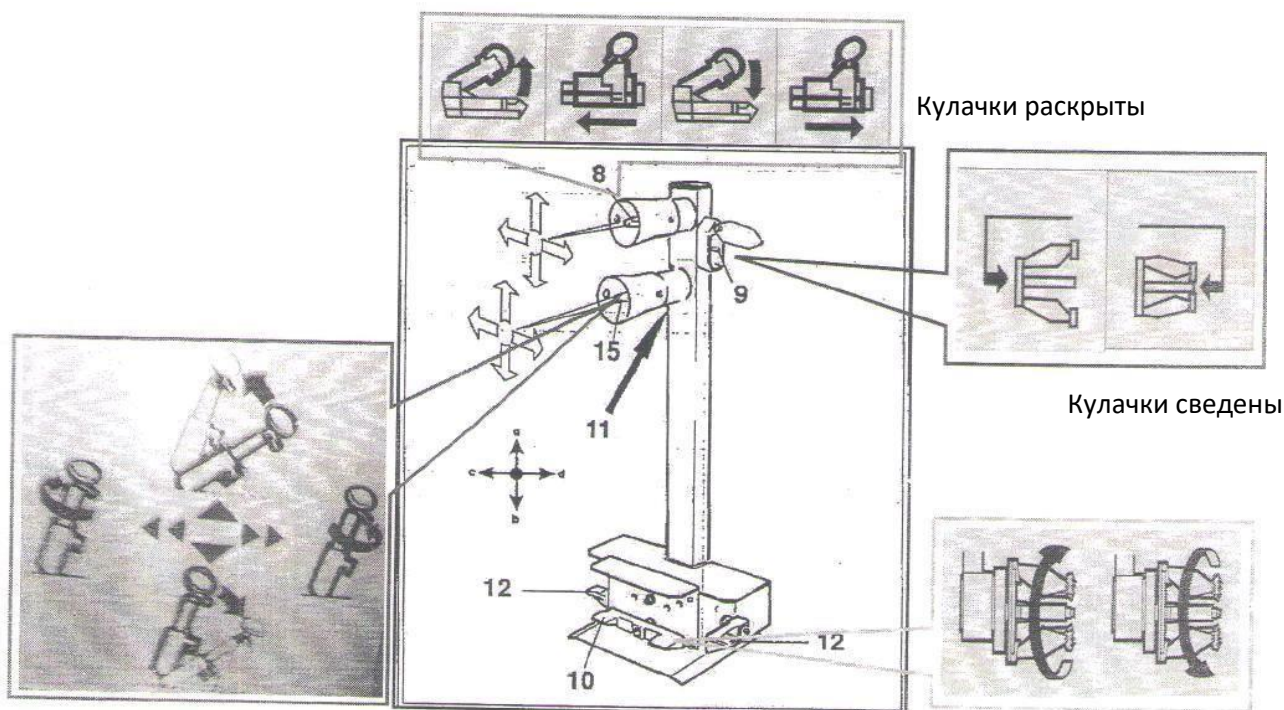
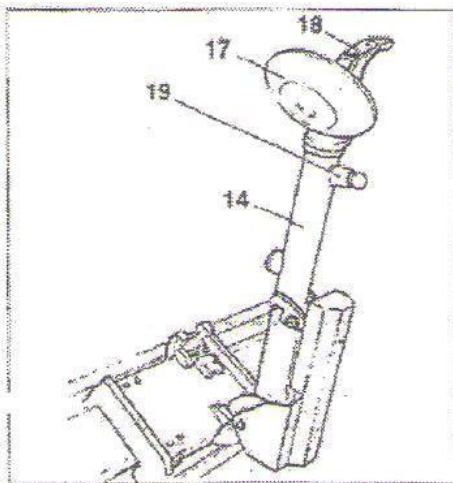
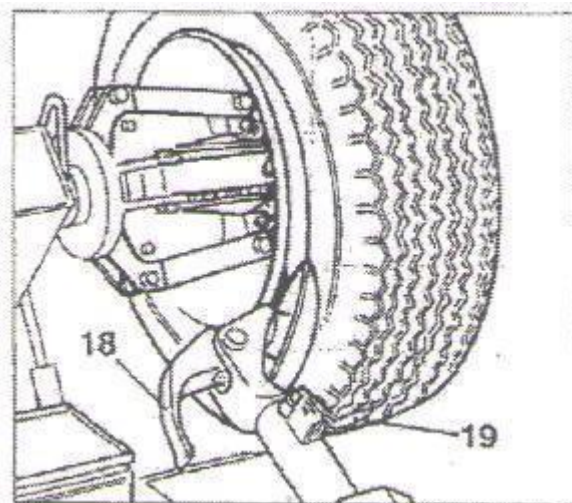

Рис. 6.2
Рис. 6.3
Рис. 7.4
Подвижный пульт управления (рис. 6.2) позволяет оператору работать в любом положении относительно станка. Пульт оснащен следующими органами управления:
1. **Верхний рычаг управления (8, рис. 6.2)** в **положении а** поднимает держатель кулачкового зажима и в **положении б** опускает его. В **положении с** перемещает кулачковый зажим вправо и монтажную лапу влево (они оказываются рядом друг с другом), в **положении d** смещает кулачковый зажим влево и монтажную лапу вправо (теперь они расположены далеко друг от друга).
2. **Нижний рычаг управления (15, рис. 6.2)** в **положении а** перемещает монтажную лапу в нерабочее положение, в **положении б** перемещает лапу в рабочее положение. При перемещении в **положение с** поворачивает монтажную головку на 180 град. против часовой стрелки, при перемещении в **положение d** поворачивает монтажную головку в противоположную сторону и возвращает ее в исходное положение.
3. **Переключатель зажима (9, рис. 6.2)** в верхнем положении разводит рычаги самоцентрирующегося кулачкового зажима (ФИКСАЦИЯ), в нижнем положении сводит рычаги самоцентрирующегося кулачкового зажима (НЕЗАФИКСИРОВАНО).
4. **Педаля (10, рис. 6.2)** при нажатии с левой или правой стороны включает вращение зажима в направлении, указанном стрелкой на педали.
5. **Выключатель второй скорости (11, рис. 6.2)** при нажатии с педалью (10, рис. 6.2) включает высокую скорость вращения кулачкового зажима.
6. **Педали включения второй скорости вращения (12, рис. 6.2)** перемещают кулачковый зажим и монтажную лапу, каретку на высокой скорости.
- 1) Переместить нижний рычаг управления (15, рис. 6.2) вверх (а), монтажная лапа (14, рис. 6.3) должна повернуться в нерабочее положение.
- 2) Монтажная лапа займет нерабочее положение, при перемещении верхнего рычага управления (8, рис. 6.2) вверх (а) держатель кулачкового зажима (2, рис. 3.1) должен подняться, при перемещении рычага управления вниз (b) держатель кулачкового зажима должен опуститься.
При перемещении верхнего рычага управления влево (с) держатель кулачкового зажима (2, рис. 3.1) перемещается вправо, а монтажная лапа (14, рис. 6.3) влево. Оба приспособления располагаются рядом друг с другом.
Повторить указанные операции (с и d), одновременно нажимая на одну из двух педалей (12, рис. 6.2). Вышеуказанные движения будут происходить на высокой скорости.
- 3) Повернуть рычаг переключателя (9, рис. 6.2) вверх: рычаги зажима (3, рис. 3.1) должны раскрыться. Повернуть рычаг вниз, рычаги зажима сводятся.
Повторить указанные операции, одновременно нажимая на одну из двух педалей (12, рис. 6.2). Вышеуказанные движения будут происходить на высокой скорости.
- 4) Нажать правую педаль (10, рис. 6.2): зажим (3, рис. 3.1) начнет вращаться по часовой стрелке, при нажатии левой педали зажим вращается против часовой стрелки. Нажать на выключатель второй скорости (11, рис. 6.2) вниз и повторить указанные выше операции: зажим будет вращаться с повышенной скоростью.
- переместить переключатель зажима (9, рис. 6.2) в верхнее положение, чтобы развести рычаги кулачкового зажима;
- 5) Свести кулачки (22, рис. 3.1), сдвинуть колесо на подвижной опоре в направлении самоцентрирующегося кулачкового зажима. Привести в действие выключатель (9, рис. 6.2), чтобы раскрыть кулачковый зажим и зафиксировать обод колеса изнутри. Далее на рисунках приведены наиболее распространенные методы крепления колес.
- 7) Используя нижний рычаг управления (15, рис. 6.2), сложить держатель в нерабочее положение, переместить и зафиксировать его в этом положении (рис. 7.4).
ПРИМЕЧАНИЕ. В процессе отрыва борта шины монтажную головку (18, рис. 7.4) можно вывести из рабочей зоны.